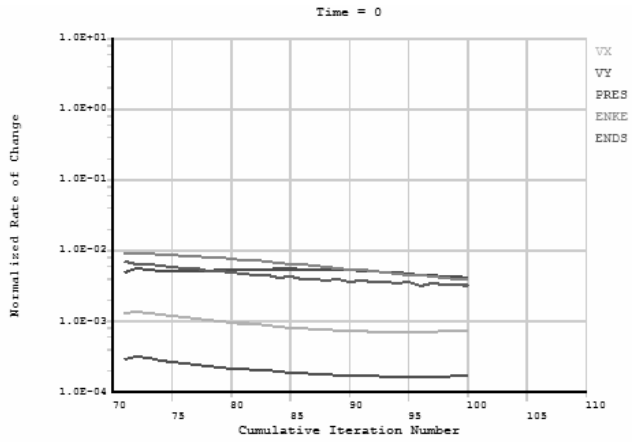

图 10-72 迭代过程曲线
3) 选择“Main Menu>Solution>Run FLOTRAN”命令，开始求解，并在窗口中显示迭代过程曲线，如图 10-72 所示。